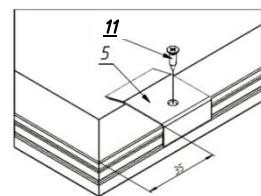
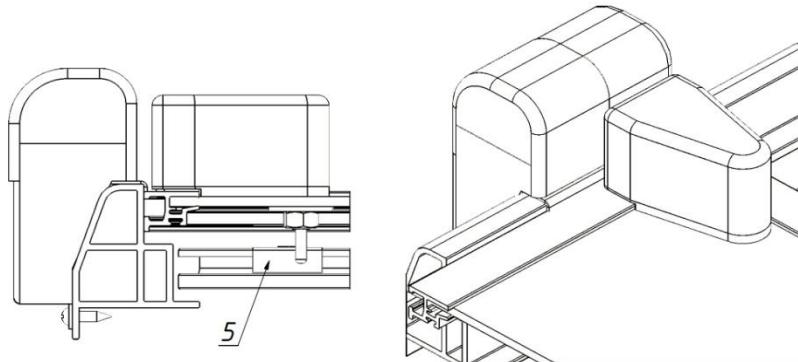

Рис. 9
Рис. 10
5. Установить отбойник 5 на пластиковое обрамление нижней двери ларя напротив штока ригеля согласно Рис. 9 и Рис. 10, закрепить отбойник с помощью самореза 11.
6. Проверить работоспособность установленного замка вместе с ригелем. Установка завершена. (Рис. 10)